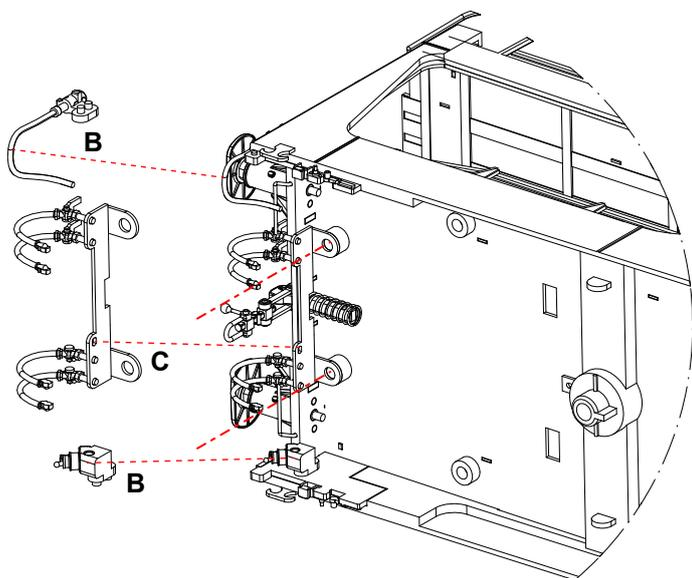

Figura 2.
2) Instalação de engates prototípicos e mangueiras de freio (**fig. 2**) - Usar pinças de plástico e uma gotícula mínima de cola de cianoacrilato em cada pino de encaixe das peças "B". Desapertar e remover a cinemática e montar, usado dois parafusos fornecidos a peça "C" como indicado na figura 2.